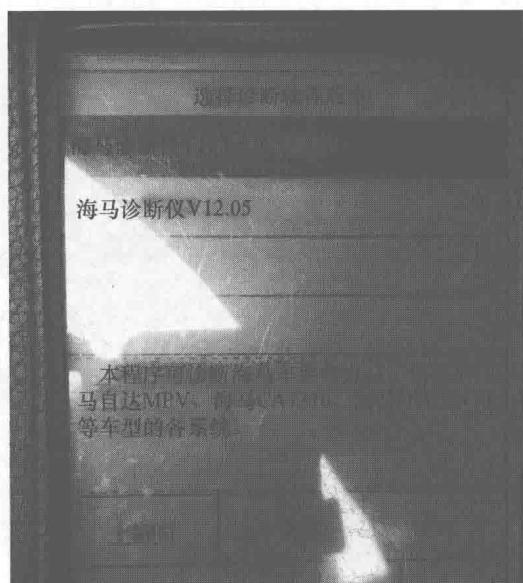

图 1-19 “海马诊断仪 V12.06”
8) 点击“海马诊断仪 V12.06”（图 1-19）。在 X-431 不断升级过程中，在 CF 卡里可能存储多个版本的诊断软件，以选择最新版本为先。